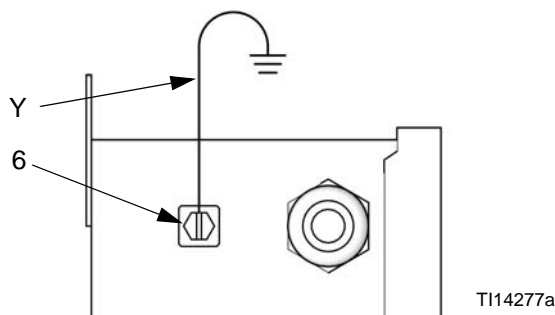

FIG. 6. Effectuer la mise à la terre du boîtier
Raccorder un fil de terre (Y) entre la vis de terre du boîtier (6) et une véritable prise de terre. Voir la FIG. 6.